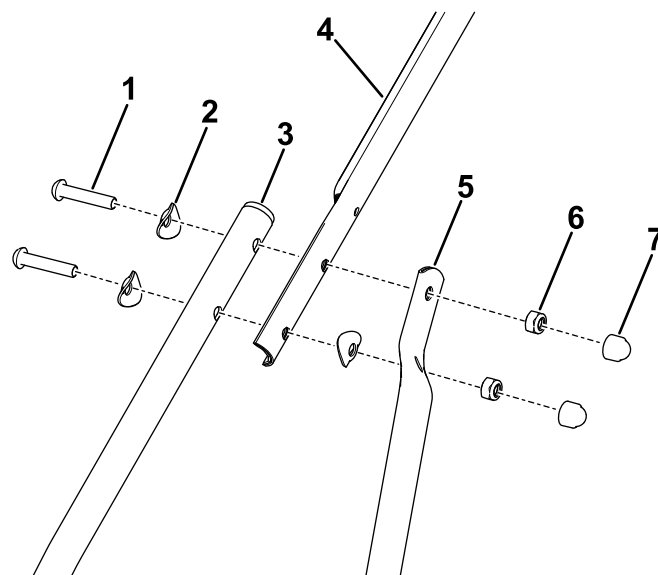

Figura 6
4. Montate la stegola superiore e la parte superiore delle stegole di ancoraggio sulle stegole inferiori con 3 rondelle a coppa, 2 bulloni lunghi e 2 dadi di bloccaggio su ciascun lato (Figura 6).